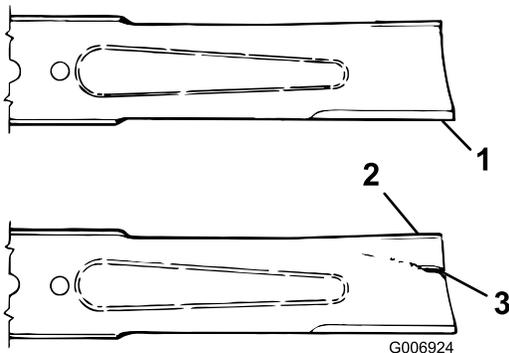

Bild 31
1. Untersuchen Sie die Schnittkanten (Bild 31). Bauen Sie das Schnittmesser aus und schärfen Sie es, wenn die Kanten nicht scharf sind oder Kerben aufweisen, siehe „Schärfen der Schnittmesser“.
2. Prüfen Sie das Schnittmesser, insbesondere den gebogenen Bereich (Bild 31). Wenn Sie Schäden, Verschleiß oder Rillenbildung in diesem Bereich feststellen, sollten Sie sofort ein neues Schnittmesser einbauen.